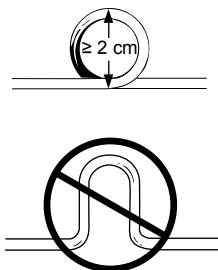

Abbildung 4. Aufwickeln überschüssiger Elektrodenlänge
- Legen Sie überschüssige Elektrodenkörperlänge in einer runden Schleife von mindestens 2 cm Durchmesser zusammen. U-Schleifen oder Bögen sind hierfür nicht zulässig (Abbildung 4). Runde Schleifen sind weniger anfällig für elektromagnetische Störungen und deren Auswirkungen,